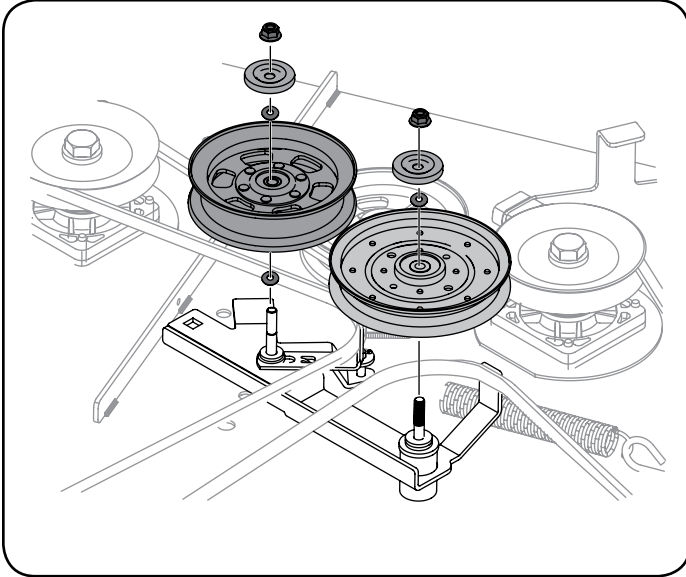

Figura 41
3. Extraiga las dos poleas locas, para lo cual debe retirar los tornillos de cabeza hexagonal y las tuercas de seguridad con brida que las sujetan a la plataforma y el brazo de polea loca. Consulte la Figura 41. No afloje ningún elemento de ferretería al sacar el tornillo de cabeza hexagonal y la tuerca de seguridad con brida.